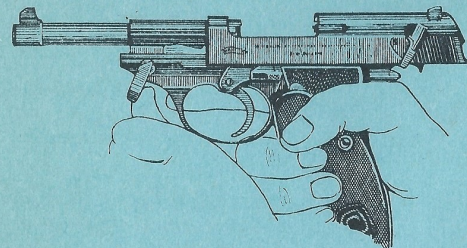

Bild 6
- Rohrhaltehebel nach vorn umlegen (Bild 6).